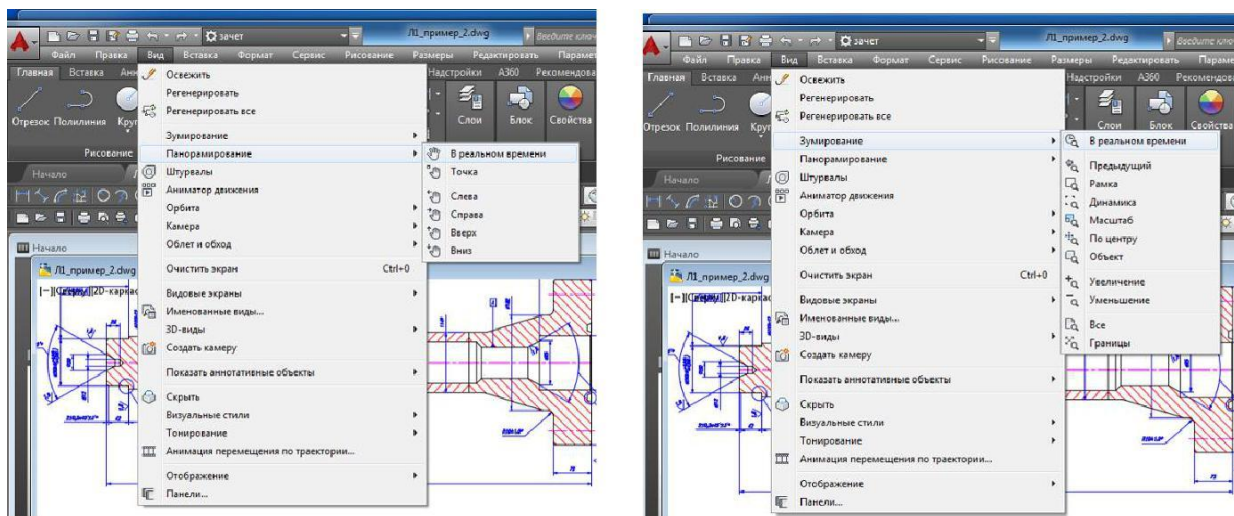

Рис. 5.
Команда ПАНОРАМИРОВАНИЕ перемещает границы видимой на экране части чертежа без изменения его масштаба, как бы передвигая экран монитора по его плоскости. Можно вызвать с панели навигации (рис.4), или из меню *Вид* □ *Панорамировать* □ *В реальном времени* (рис.5), или нажатием кнопки  на панели Стандартная. Опции команды ПАНОРАМИРОВАНИЕ показаны на рисунке 5.
11. Познакомьтесь со средством AutoCADa, называемым "Штурвал", также позволяющим масштабировать и панорамировать изображение. Выберите в меню пункт *Вид* *Штурвалы* (рис.5) или кнопку на панели навигации (рис.4). Штурвалом удобно пользоваться при работе с большими чертежами.